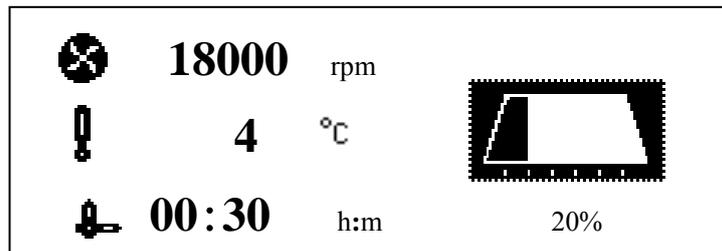

图 7-4 运行模式下进程界面
(2) 再按  键，启动运行：
- 升速过程中运行 8 秒钟后程序进入进程显示画面，图例见图 7-4。